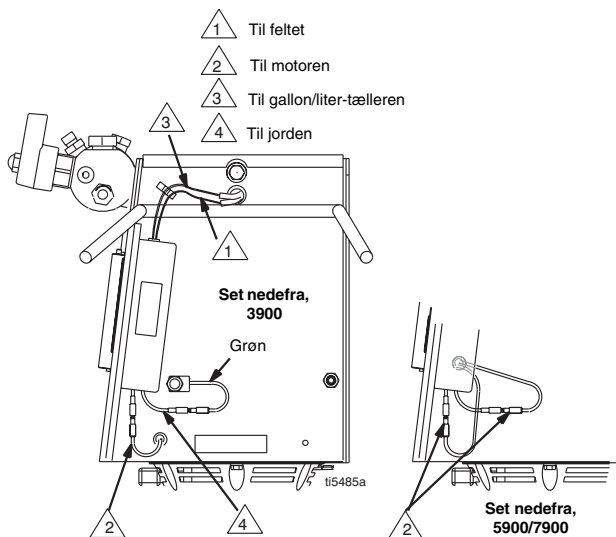

FIG. 12
2. FIG. 12. Afmonter alle nødvendige ledninger.
3. FIG. 12. Forbind alle nødvendige ledninger.